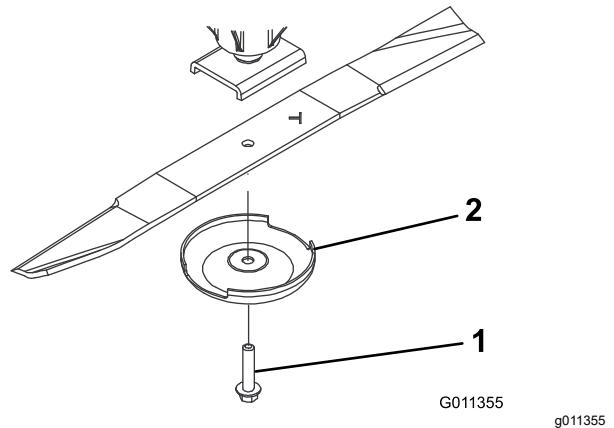

Figura 90
3. Demontujte šroub žacího nože, ochranný kryt a žací nůž z dříku vřetena (Figura 90).